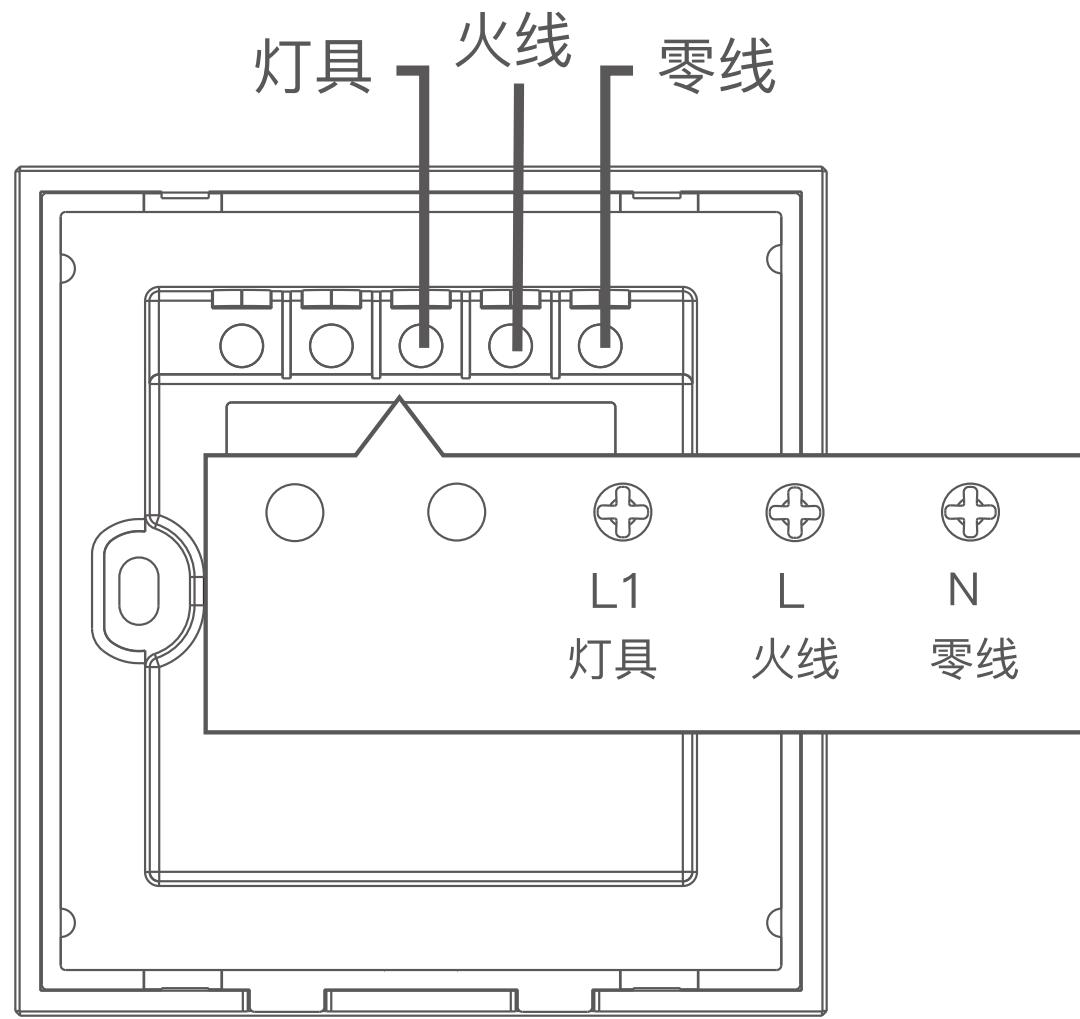

图2
3. 火线（一般是红色）接开关的火线接线柱（L），零线（一般是蓝色）接开关的零线接线柱（N），灯具控制线接开关的负载接线柱（L1/L2/L3）；（图2）